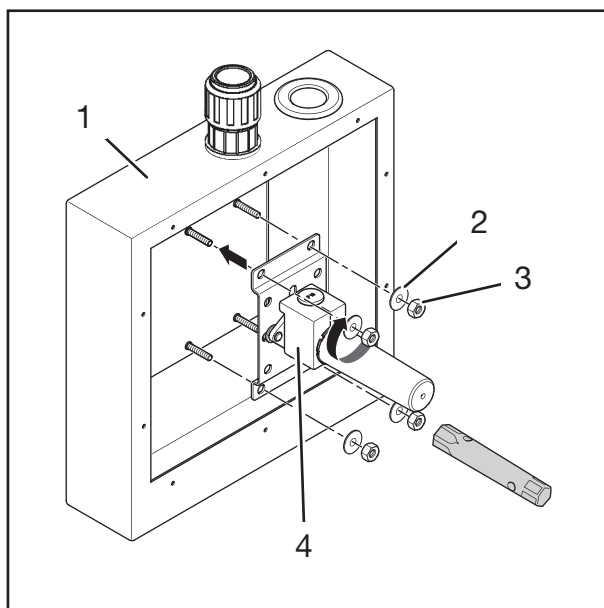

Fig. 5: Förmontering
1. Positionera produkten (fig. 5/4) i inbyggnadslådan (fig. 5/1).
2. Skruva fast produkten (fig. 5/4) i inbyggnadslådan (fig. 5/1) med de fyra brickorna (fig. 5/2) och de fyra muttrarna (fig. 5/3).
3. Dra åt de fyra muttrarna (fig. 5/3) med en 8 mm hylsnyckel.